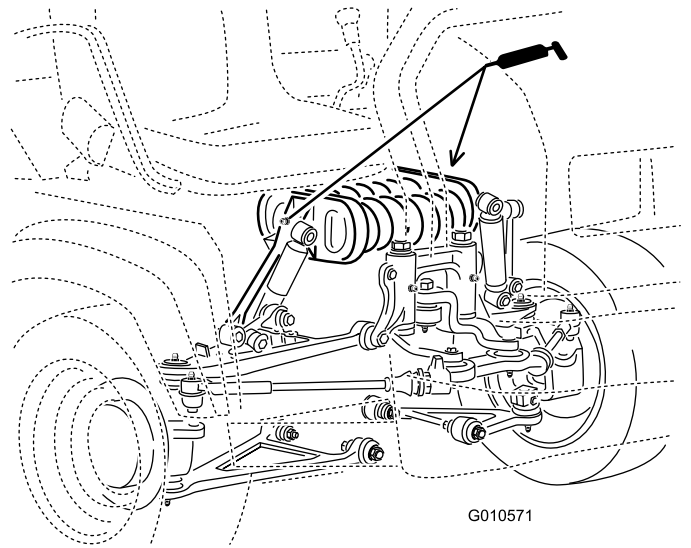

Figura 40
- Braccio di spinta (2) come illustrato nella Figura 40